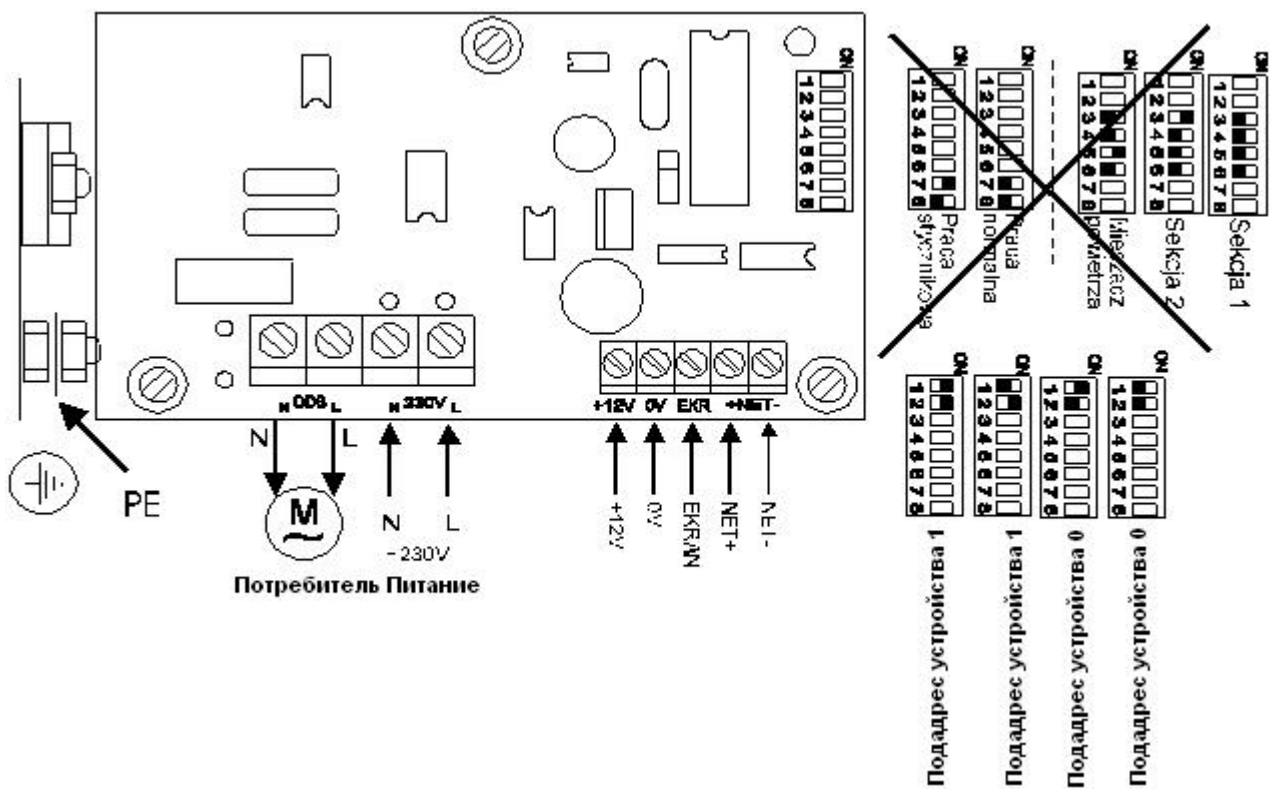

Рис. 3 Схема подключений модуля 12А
- Подключения электрические выполнить согласно схеме на **рис. 3**
- Конфигурирование для работы выполняется переключением джамперов согласно схеме на **рис. 3**
- **Внимание! При работе модуля с регулятором некоторые установки запрещены. На рис. 3 это обозначено перечеркиванием.**